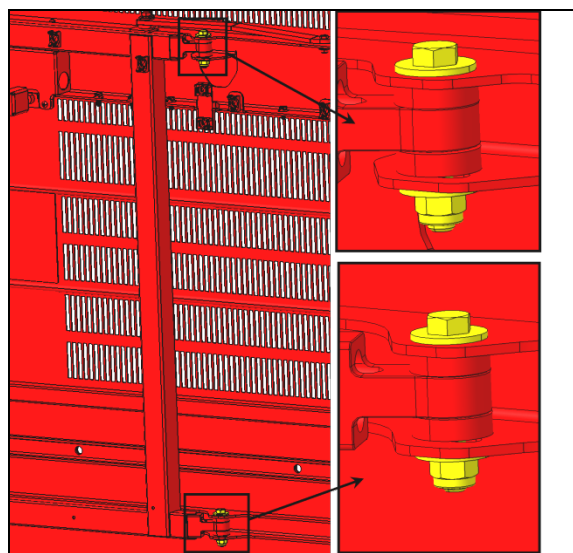

FIGURE 108:
4. Si la position verticale est hors tolérance, vous pouvez ajuster la porte en utilisant le jeu aux points d'attache entre les bras et la porte (FIGURE 108:).